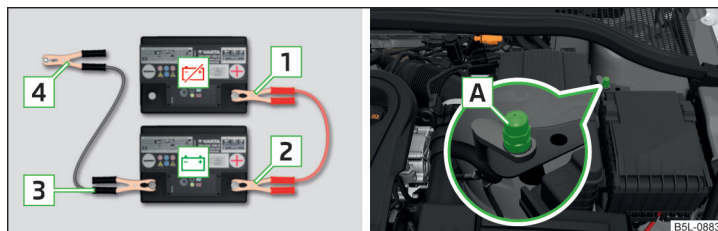

Fig. 178 Pornirea asistată: 🚫 - bateria descărcată, 🔋 - bateria furnizoare de curent/punctul de masă al motorului la sistem START-STOP
- La autovehiculele cu sistem START-STOP conectați clema **4** la punctul de masă al motorului **A** » fig. 178.